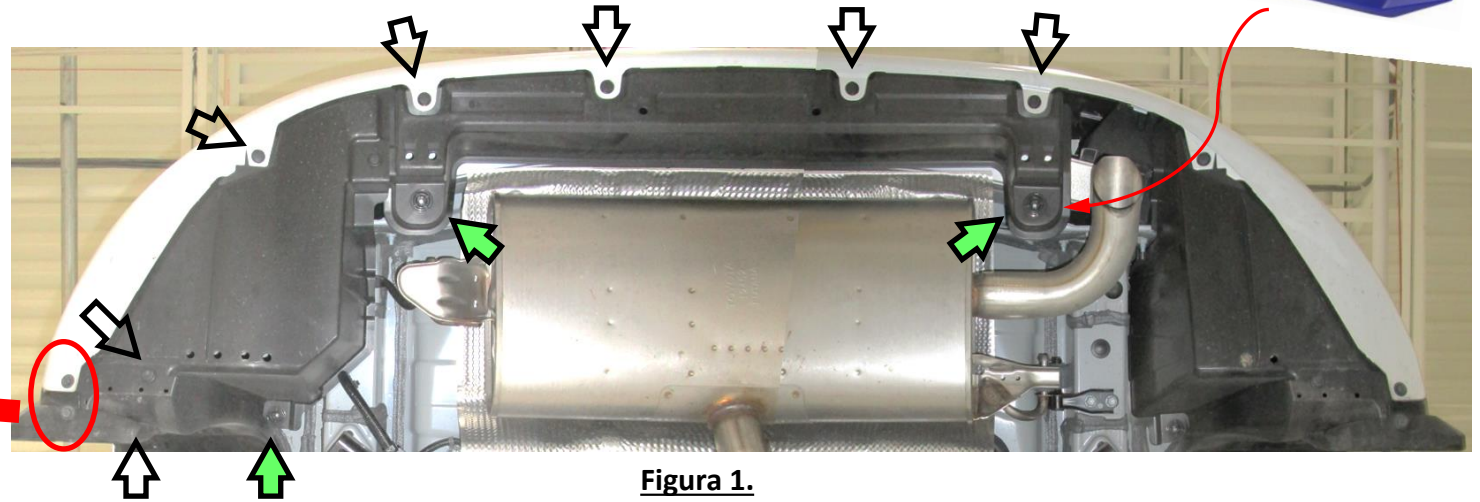

Figura 1.
- Retire el panel inferior de la carrocería:** Con un destornillador Phillips, retire los (2) tornillos situados en la parte inferior del salpicadero cerca del hueco de rueda, sólo en el lado del conductor. Con un destornillador plano, retire todos los tornillos de presión que sujetan el panel lateral del conductor y el panel central. Con una herramienta para recorte de plásticos de punta plana, tire del panel inferior de la carrocería mientras desatornilla las fijaciones de plástico. Deje a un lado las fijaciones y los paneles. **Ver figura 1.** **NOTA:** Devuelva el panel central y los (4) pasadores de sujeción al propietario del vehículo.